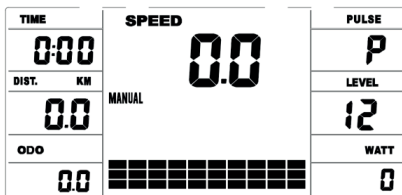

Bild 1
- A.** Drücken Sie die Taste UP/DOWN, um das Training im manuellen Modus (Bild 1) oder in einem der vorgefertigten Programme zu starten: